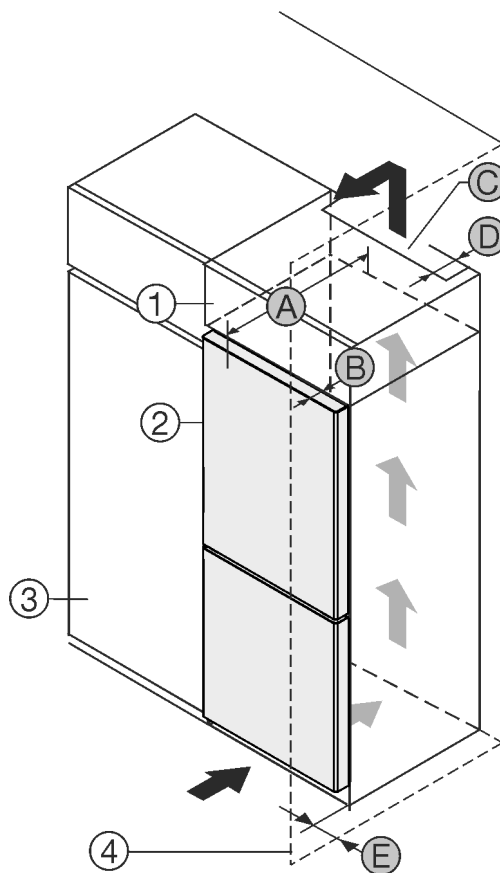

Fig. 1
- (1) Szafka nakładana
- (2) Urządzenie
- (3) Szafka kuchenna
- (4) Ściana
- (A) Głębokość urządzenia
- (B) Głębokość drzwi
- (C) Przekrój wentylacyjny
- (D) Odstęp tylnej ściany urządzenia
- (E) Odstęp od boku urządzenia
Urządzenie można ustawić bezpośrednio obok szafki kuchennej Fig. 1 (3).
Na tylnej ścianie szafki nasadzonej wymagany jest wywiewny kanał wentylacyjny o głębokości Fig. 1 (D) na całej szerokości szafki.
Pod sufitem pomieszczenia należy zachować przekrój wentylacyjny Fig. 1 (C).
Jeżeli urządzenie będzie ustawiane z zawiasami do ściany Fig. 1 (4), to pomiędzy urządzeniem i ścianą należy zachować minimalny odstęp, wynoszący 13 mm.
Jeżeli urządzenie będzie ustawiane z zawiasami do ściany *Fig. 1 (4)*, to pomiędzy urządzeniem i ścianą należy zachować minimalny odstęp, wynoszący 20 mm.
By móc całkowicie otworzyć drzwi, urządzenie musi wystawać przynajmniej o głębokość drzwi *Fig. 1 (B)* za front szafki kuchennej. W zależności od głębokości szafek kuchennych *Fig. 1 (3)* oraz od zastosowania elementów dystansowych urządzenie może wystawać jeszcze bardziej.